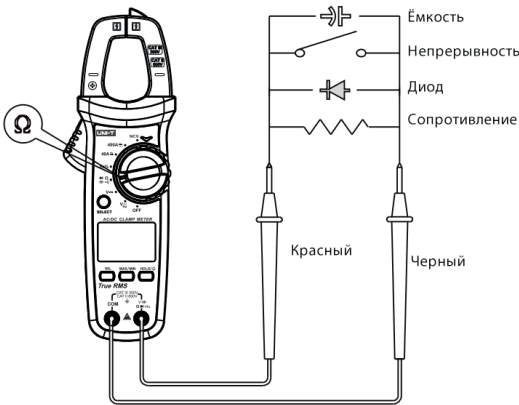

Рисунок 4
3. Проверка целостности цепи / Измерение сопротивления / Дiodов / Ёмкости (Рисунок 4)